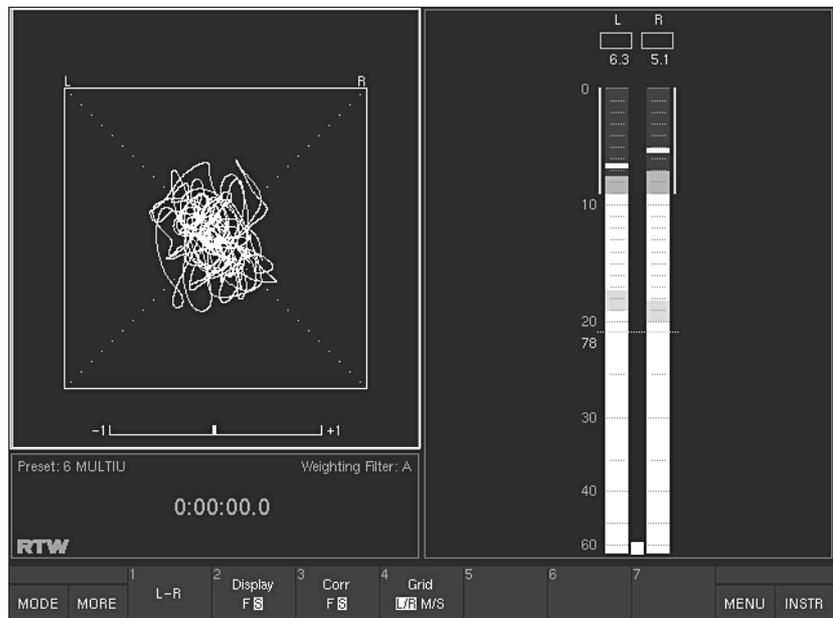

Bild 3-7: Bildschirmanzeige bei Anwahl des Instrumentes VSC und eingestelltem „2 Channel Stereo“-Modus
im „2 Channel Stereo“-Modus: „L - R“ Schaltfläche/Taste 2, siehe Bild 3-7)
- **„2 Channel Stereo“-Modus** (Bild 3-7):
im „2 Channel Stereo“-Modus: Schaltfläche/Taste 2, siehe Bild 3-7)
im „2 Channel Stereo“-Modus: Schaltfläche/Taste 3, siehe Bild 3-7)
im „2 Channel Stereo“-Modus: Schaltfläche/Taste 4, siehe Bild 3-7)